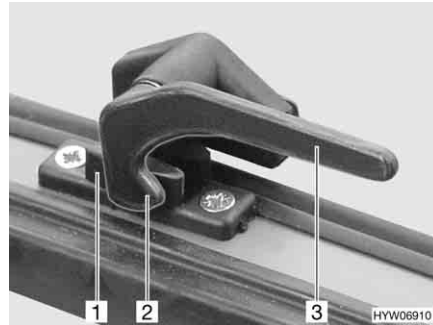

Bild 64 Verriegelungshebel in Stellung "geschlossen"
- Den Verriegelungshebel (Bild 64,3) eine viertel Umdrehung zur Fenstermitte hin drehen.
- Den Verriegelungshebel (Bild 64,3) eine viertel Umdrehung zum Fensterahmen hin drehen. Die Verriegelungsnase (Bild 64,2) liegt auf der Innenseite der Fensterverriegelung (Bild 64,1).
- in Stellung "fest verschlossen" (Bild 64)